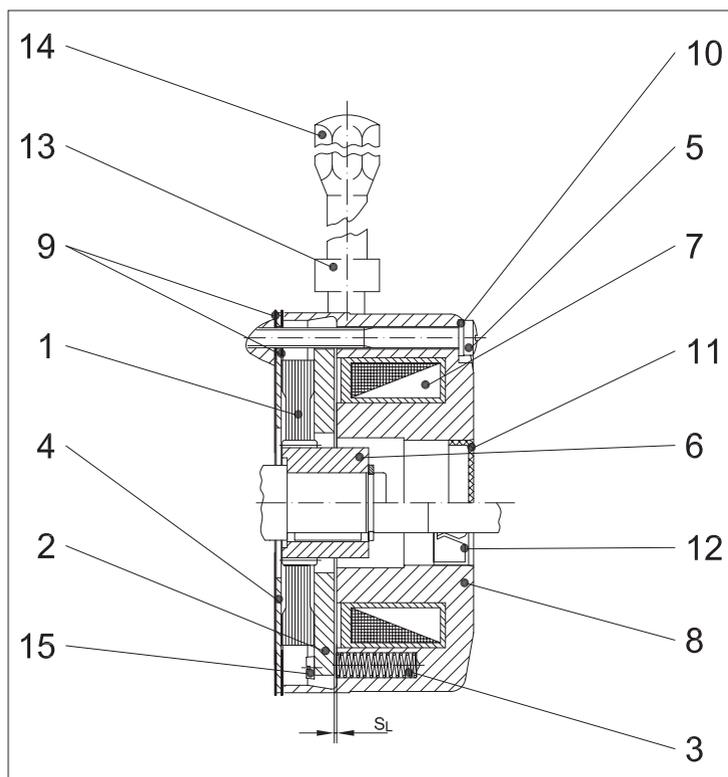

Figura 1: Freno a molla delle serie E003B e E004B
- 3 Funzionamento** Il principio di funzionamento viene spiegato sulla base della Figura 1.